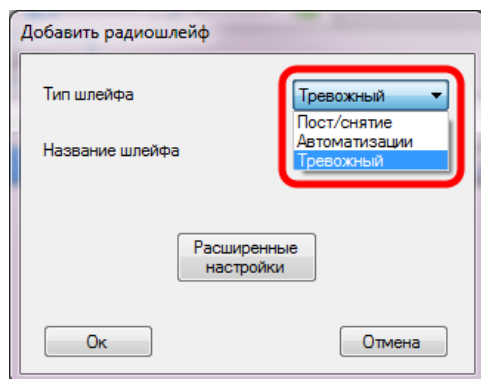

РИС. 19. Выбор типа охранной зоны
6.4. Охранные зоны могут быть 3-х типов: тревожные зоны, зоны автоматизации и зоны постановки/снятия (РИС. 19). Тип зоны выбирается при ее создании, см. п. 4.2.